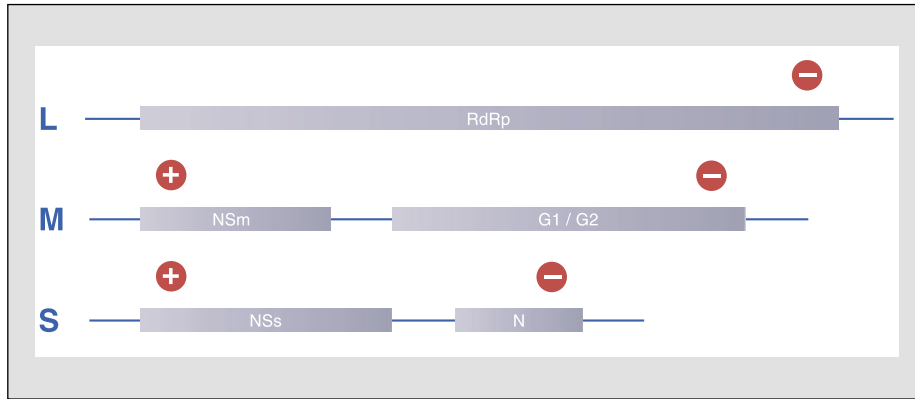
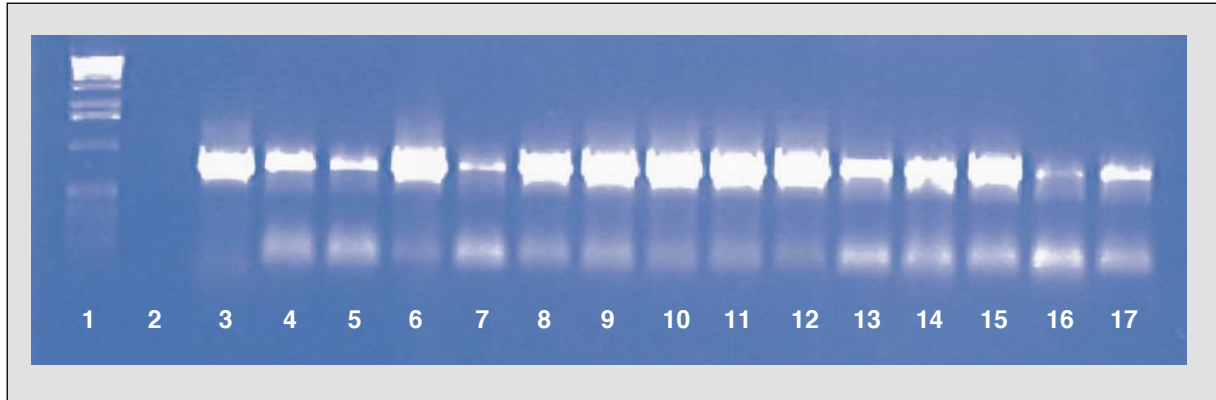

图 1
图 2
番茄点状枯萎病毒 (TSWV) 是 Bunyaviridae 家族 (Moyer, 1999) 的 Tospovirus 属的典型成员, TSWV 具有很强的适应性, 宿主范围超过 900 个植物品种, 从单子叶植物、双子叶植物, 到十字花科植物, 是世界上影响最大的植物病原之一。TSWV 有三个 ssRNA 基因组, 长片段 (L) 约 9 kb, 编码一个 RNA 依赖的 RNA 聚合酶; 中等长度片段 (M), 约 4.8 kb, 编码 NSm 蛋白和 G1/G2 前体糖蛋白; 小片段 (S) 约 3 kb, 编码 NSs 非结构蛋白和外壳蛋白 N (如图 1)。N 蛋白包装病毒 RNA, 在病毒外壳内部, 是以能抵抗抗血清识别的前体方式存在, 在复制复合物中, 以及在 Bunyavirus 中, 已经证明 N 蛋白可以控制从转录到翻译的开关。在此, 我们第一次用 Eppendorf 的 cMaster RTplus PCR 系统, 用一步法反转录 PCR (RT-PCR) 方法, 从 14 个宿主和地域差别很大的病毒分离株中, 扩增 TSWV 的 N 基因。所有的 Eppendorf cMaster RTplus PCR 系统表现良好, 从少量的目标样品得到特异性的扩增, 而且, 一步法 RT-PCR 反应节省时间, 适合于多个病毒株和病毒基因的扩增。
Eppendorf cMaster RTplus PCR 系统用于一步法扩增植物病毒 RNA，从加利福尼亚 (CA)、北卡罗来纳 (NC) 野生环境中大量的被感染宿主植物中分离得到 14 种病毒株，从而进行扩增，扩增区代表了 TSWV (图 1) 的包被蛋白 (N 基因, 777 nts)，扩增结果如图 2 所示，扩增强度不同的原因是起始病毒 RNA 浓度不同。用低浓度病毒作模板，